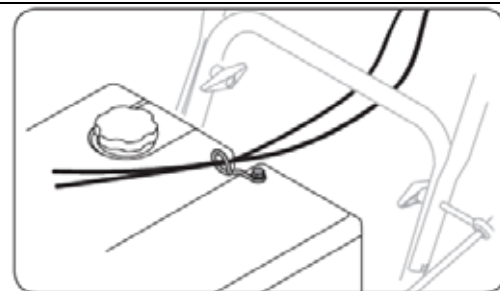

Рис. 6
6. Проверьте, что тросики управления желобом надлежащим образом проходят через направляющую тросиков, расположенную в верхней части двигателя (См. Рис.6).